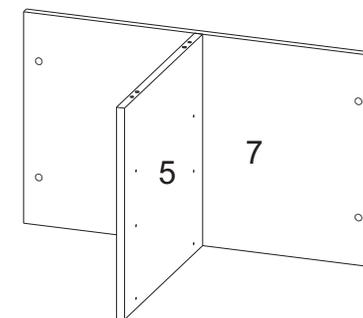

Рис.5
- Соедините деталь 5 с деталью 7 и затяните эксцентрики по часовой стрелке до упора. (рис.5)